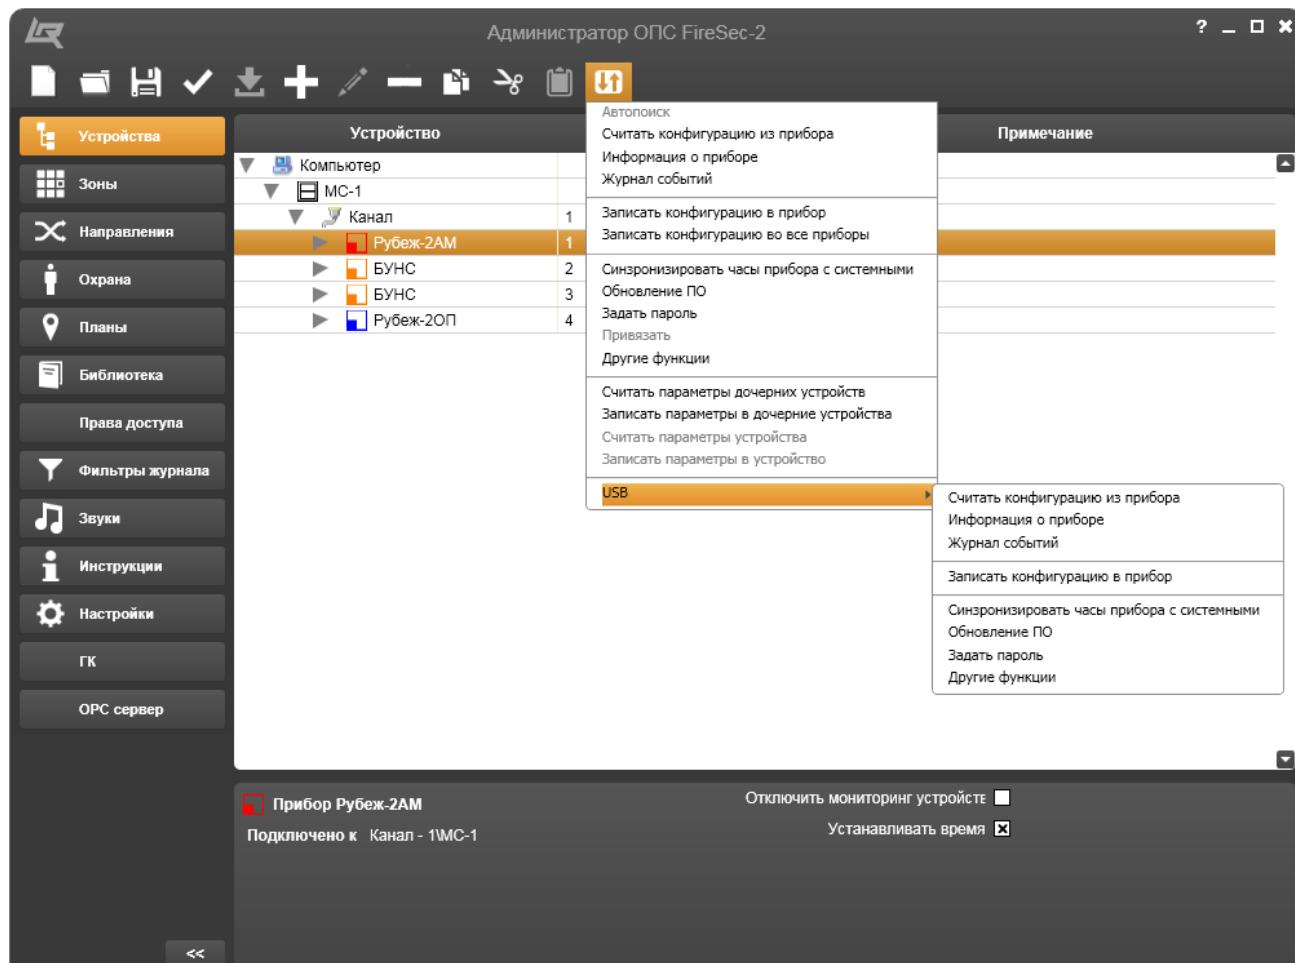

Рисунок 14.3.28 – Подменю кнопки **Устройство** панели инструментов
**USB** – функция, которая обеспечивает доступ к дополнительным функциям прибора, соединенного с персональным компьютером посредством собственного USB-порта. Выделение этой функции вызывает открытие подменю (Рисунок 14.3.28), в котором активность той или иной функции зависит от выделенного прибора в рабочей области.